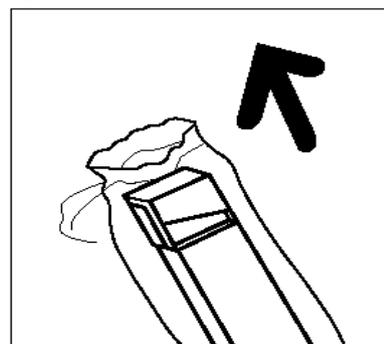

Fig. 18: Estrarre del nuovo contenitore del toner usato dalla confezione
- 6** Estrarre il nuovo contenitore del toner usato dalla confezione e dal sacchetto in cui è contenuto, come illustrato in Fig. 18.